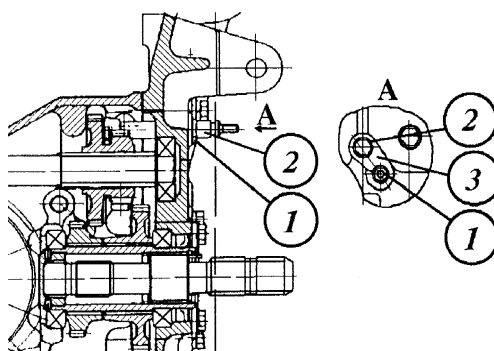

Рис. 34 Хвостовик ВОМ.
2. Установите режим частоты вращения хвостовика ВОМ 540 или 1000 об/мин (3, 4 или 6, 3 об/м пути) валиком 2 (рис. 34), для чего: